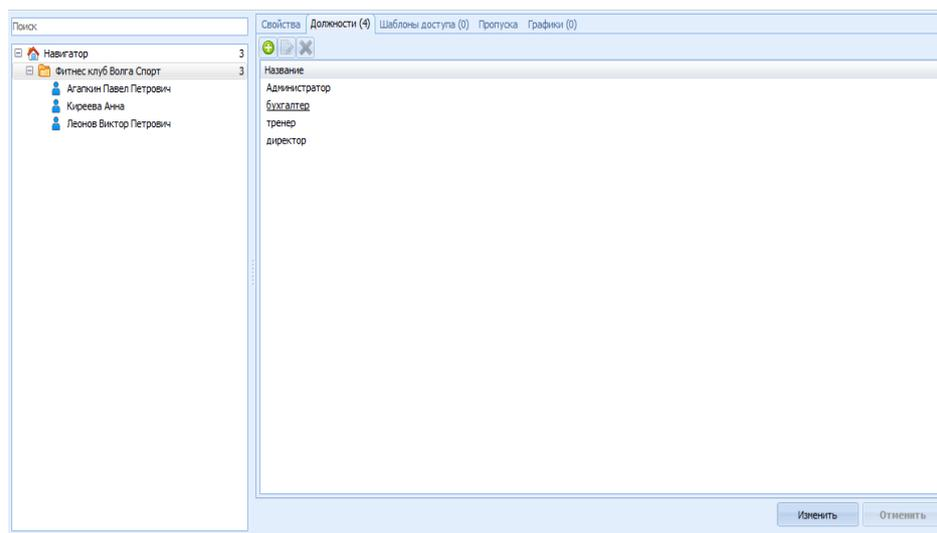

Рис. 17. Созданы должности для выбранной организации
4. В результате в списке должностей организации появится новая должность. Добавленная должность может быть выбрана для любого сотрудника данной организации, а также для сотрудников вложенных организаций (Рис. 17).
2. В *Поле с характеристиками выбранного объекта* перейти на закладку **Должности** и выбрать должность, которую нужно отредактировать (Рис. 17),